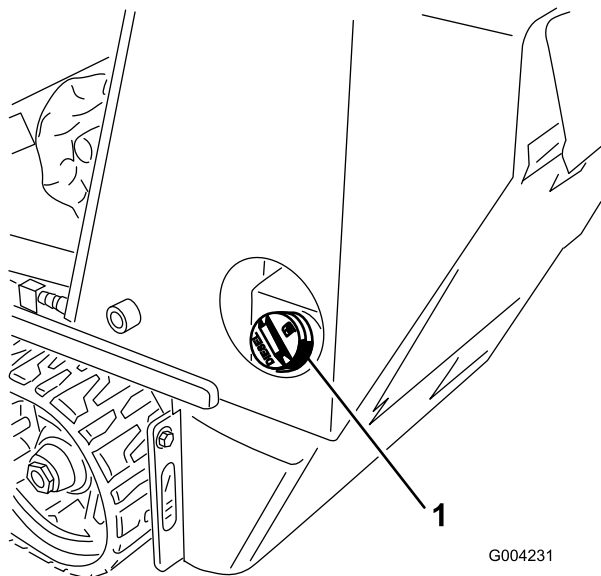

Figura 16
1. Rimuovete il tappo del serbatoio del carburante (Figura 16).